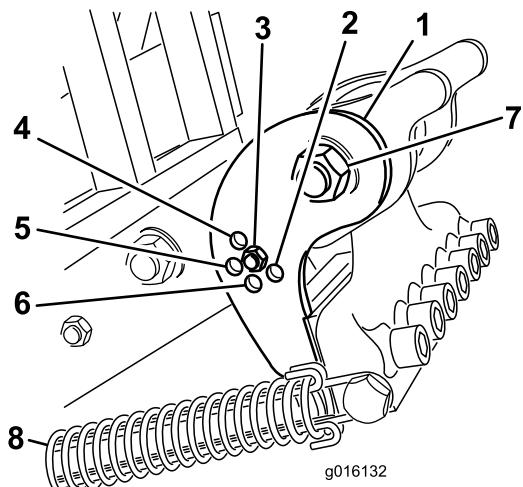

Figura 34
Defina o suporte da inclinação (Figura 34) para a posição correcta com base no comprimento dos dentes a utilizar. A paragem da cabeça está definida numa das posições pré-determinadas ao escolher o furo através do qual a alavanca de ajuste é apurafusada. Estes furos são apenas predefinidos; por exemplo, ao utilizar um dente de 25 cm numa posição de 30 cm, poderá obter um acabamento mais suave; dependendo da aplicação.
3. Liberte a tensão da mola para a cabeça do dente (Figura 34).
4. Retire a porca e o parafuso dos orifícios de ajuste no suporte da inclinação (Figura 34).